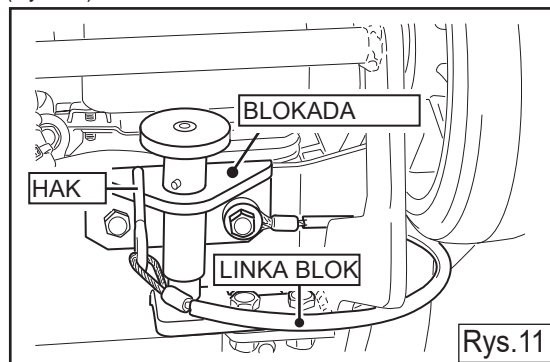

Rys.9
- 3 Podnieś oś i obróć ją do położenia magazynowania. (Rys. 9)